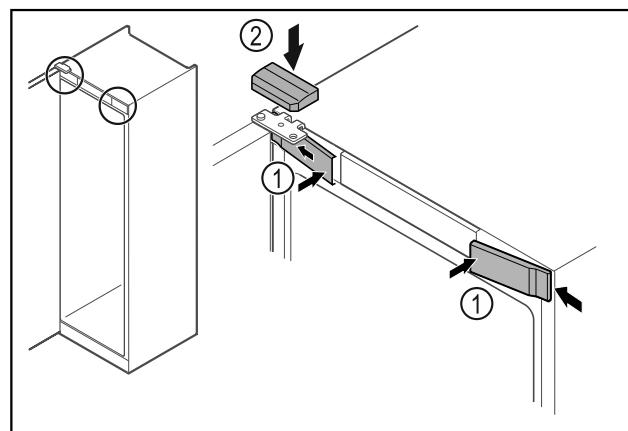

Fig. 47 *
- Bočno zakvačite prednje poklopce Fig. 47 (1) i uglavite ih.*
- Uglavite gornji poklopac Fig. 47 (2) odozgo.*